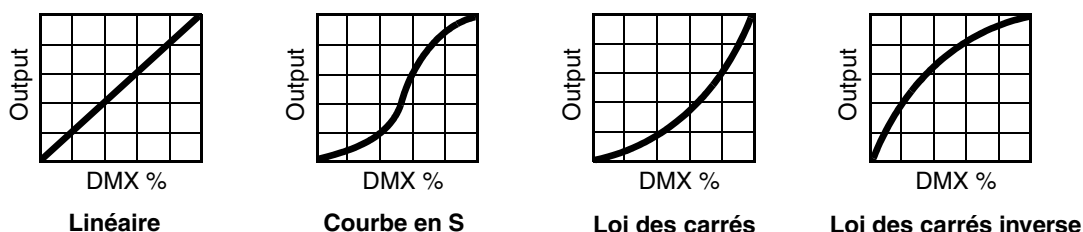

Figure 3: Courbes de réponse du gradateur
- **DIMMER CURVE** fournit 4 courbes de réponse pour le gradateur (voir Figure 3):